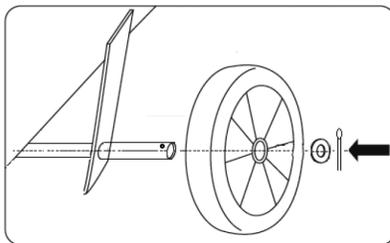
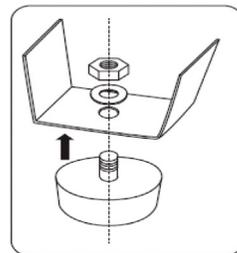

Рис. 5
Рис. 6
3. Установите на компрессор транспортировочные колеса (для моделей ACF 300-24S, ACF 500-50S, ACF 500-120S) (рис. 5) и опорные ножки (кроме ACF 500-120S) (рис. 6).